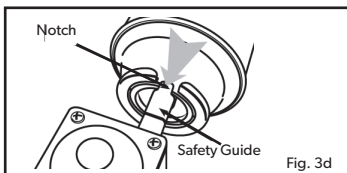

Fig. 3d
- Collegare la cartuccia in posizione orizzontale e assicurarsi che la tacca sia in linea con la guida di sicurezza (come mostrato in Fig. 3d).